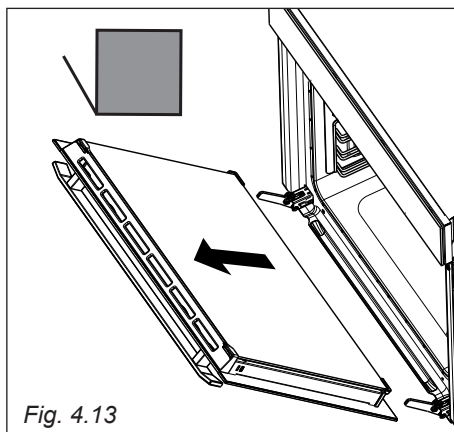

Fig. 4.13
- Socchiudere dolcemente la porta fino alla prima posizione di arresto (fig. 4.13). Tenendo la porta saldamente su entrambi i lati estrarla con cautela per rimuoverla dalle cerniere (fig. 4.13).